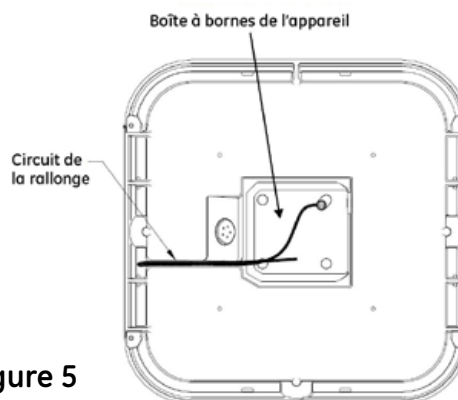
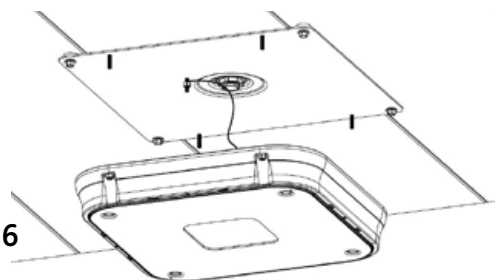

Figure 5
Figure 6
- Installez la rallonge (au besoin) avec les vis #10 comprises dans l'ensemble, au trou à l'arrière du boîtier comme représenté à la fig. 5. L'autre extrémité de la rallonge est raccordée à l'embout fileté central de la plaque support avec l'écrou hexagonal fournis (Figure 6).
- Faites passer la rallonge dans la rainure du trou de vidange lors du montage de l'appareil sur la plaque support tel que représenté Fig 5.